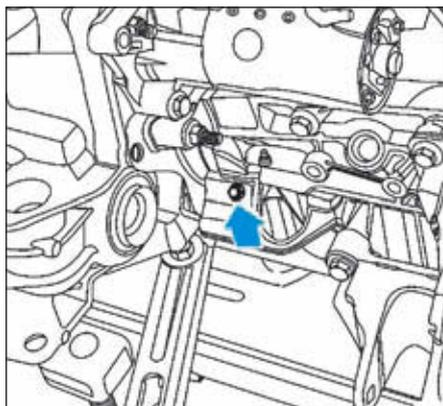

FIG.6
- le bouchon de pigeage du vilebrequin situé en bas et à l'avant du bloc-cylindres, près du tube de jauge à huile (Fig.6),